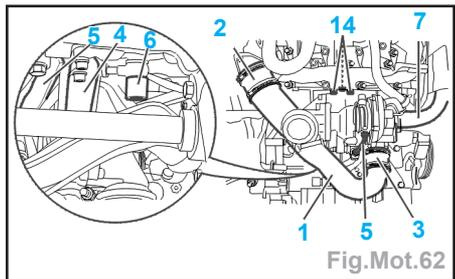
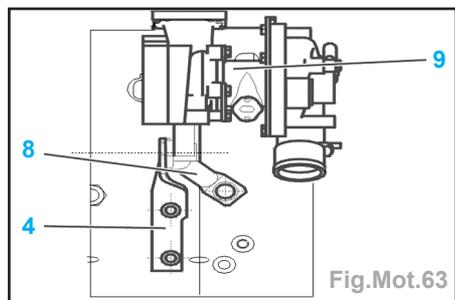

Fig.Mot.62
Fig.Mot.63
- Déposer (Fig.Mot.62) :
- le raccord d'air turbocompresseur/doseur (1) avec les manchons (2) et (3),
- le support inférieur du turbocompresseur (4),
- le tuyau retour graissage turbocompresseur (5),
- la vis creuse du raccord d'huile turbo-compresseur sur le carter-cylindres (6).
- Ecarter le raccord d'entrée turbocompresseur (7).
- Déposer (Fig.Mot.63) :
- le support turbocompresseur (8),
- le turbocompresseur (9), en déposant les écrous (14) (Fig.Mot.62), et le sortir par le tunnel d'échappement.